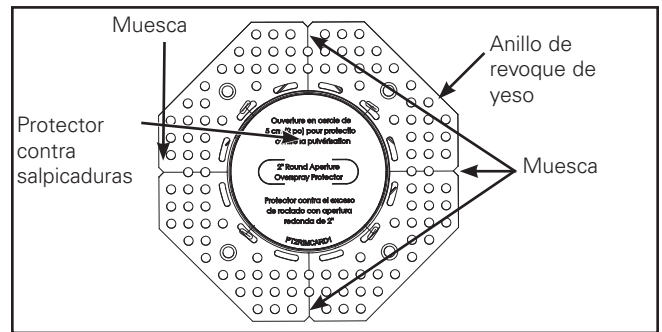

Figura 1.
1. Retire el anillo de yeso del empaque y retire el protector contra salpicaduras (Figura 1) **NO LO DESECHE**.
5. Localice las muescas en el borde exterior del aro de revoque (consulte la figura 1).